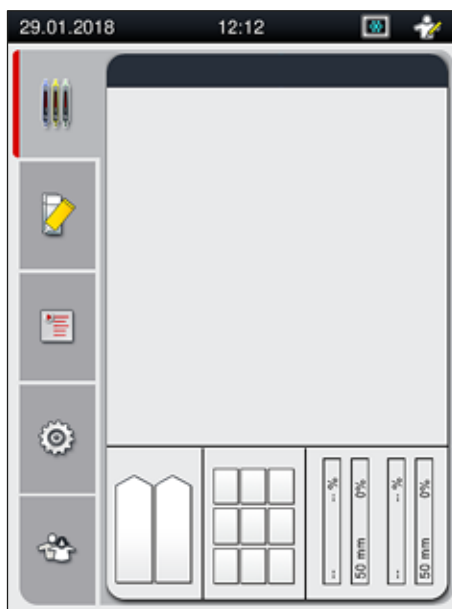

Bild 12
7. När initieringsfasen är klar visas **huvudmenyn** (→ Bild 12) på skärmen.